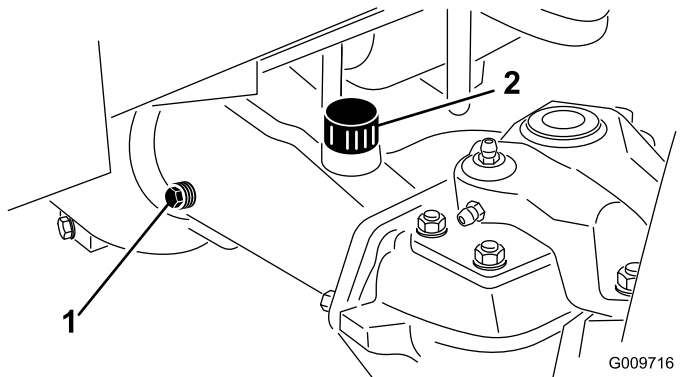

图 109
- 从轴的 1 端取出检查塞图 109 确保油向上直至孔的底部。如果油位过低请取出加注塞图 109 添加足够的油直至油位达到检查塞孔的底部。